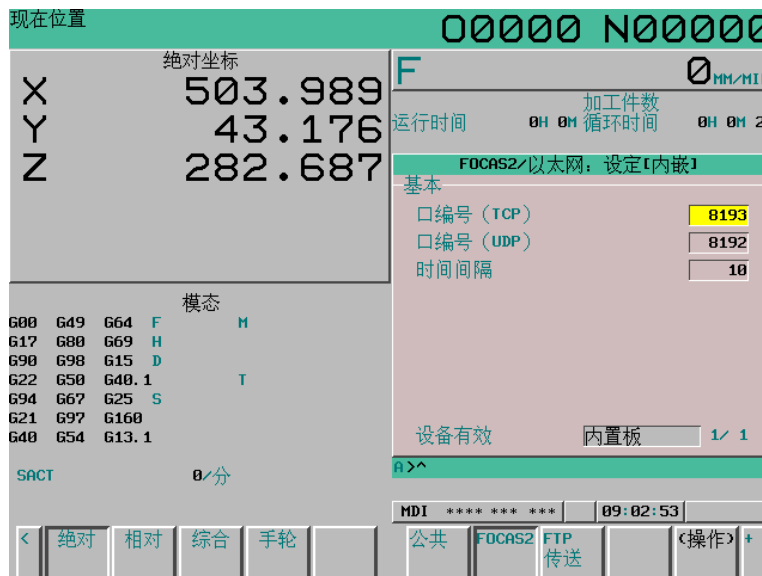

图 7 FOCAS2 设置画面
(2) 进入“FOCAS2”设定画面，如图 7 所示，设置口编号(TCP)为 8193，口编号 (UDP) 为 8192，时间间隔根据实际情况填写，一般设置为 10 即可。